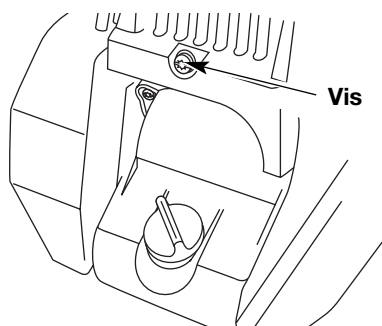

Figure 38
3. Enlevez la vis derrière le couvercle du moteur (Fig. 38)